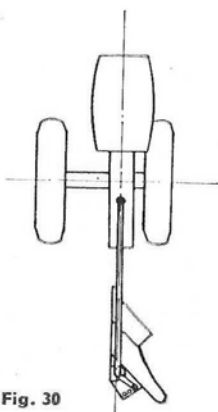

Fig. 30
**Chaussage** (fig. 30) : Pour chausser, il est nécessaire de retourner et de rapprocher la roue droite vers l'axe du motoculteur et d'écartier la roue gauche, le corps de charrue étant bloqué dans la position parallèle à l'age, c'est-à-dire utilisé comme en charrue simple.